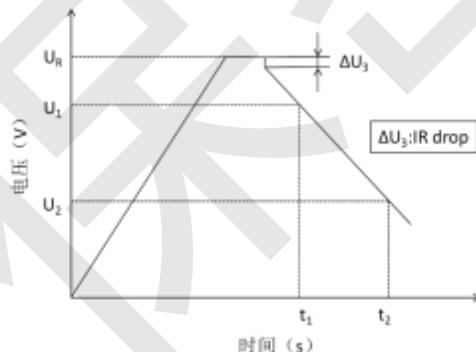

图2 电容量测试示意图
测量电容器两端电压从 U_1 到 U_2 的时间 t_1 和 t_2 ，如图 2 所示，根据下列等式计算电容量值：
- 用电压记录仪记录电容器充放电转换端电压瞬间 10ms 电压降的变化量 ΔU_3 , 如图 2 所示。